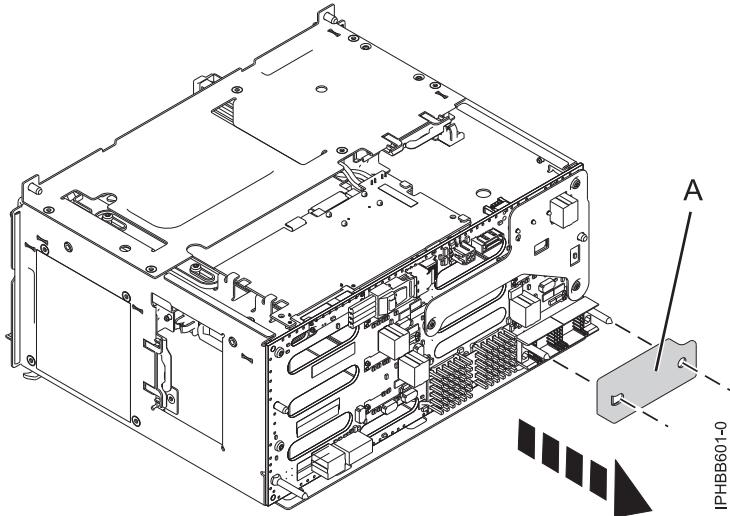

図 10. コネクター・ピンからの保護カバーの取り外し
3. 右下のコネクター・ピンの上にある可能性のある保護カバーを確認します。図 10 に示すように、保護カバーがある場合はそのカバー (A) を取り外します。